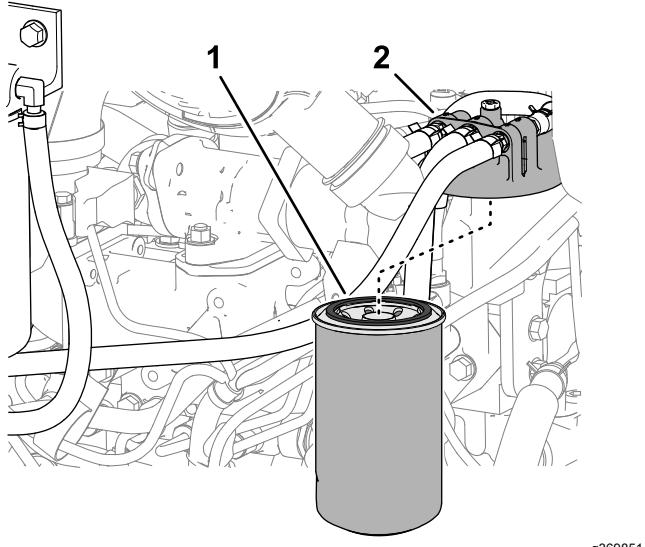

Bild 119
3. Reinigen Sie den Bereich um den Kraftstofffilterkopf (Bild 119).
4. Entfernen Sie den Filter und reinigen Sie die Befestigungsfläche des Filterkopfes (Bild 119).